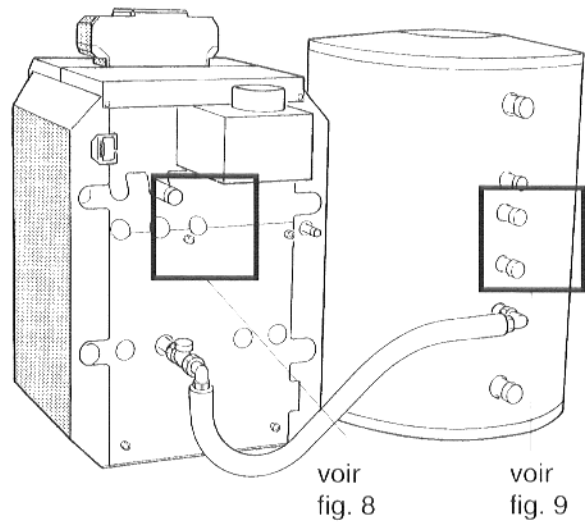

Fig. 7 : vue arrière, liaison retour montée
- Placer le joint torique dans la gorge du nipple double et visser le nipple double dans le départ préparateur de la chaudière (fig. 7 et 8).
- Placer le joint plat dans l'écrou-raccord de l'un des coudes et visser le coude au nipple double (fig. 7 et 8).
- Placer le joint plat dans l'écrou-raccord du deuxième tuyau en métal ondulé, mettre le tuyau en métal ondulé en forme et le visser au coude (fig. 7 et 8).
- Placer le joint plat dans l'écrou-raccord du prolongateur et visser le prolongateur au départ préparateur (fig. 7 et 9).
- Placer le joint plat dans l'écrou-raccord de la soupape de non-retour et visser la soupape de non-retour au prolongateur (fig. 7 et 9).
- Placer le joint plat pour la pompe ($\varnothing 44 \times 28 \times 2$) dans l'autre l'écrou-raccord de la soupape de non-retour et visser la pompe de charge du préparateur, sens de l'écoulement vers le haut, à la soupape de non-retour (fig. 7 et 9).
- Placer le deuxième joint plat pour la pompe ($\varnothing 44 \times 28 \times 2$) dans le réducteur et visser le réducteur à la tubulure d'aspiration de la pompe de charge du préparateur (fig. 7 et 9).
- Placer le joint plat dans l'écrou-raccord du dernier coude et visser le coude au réducteur (fig. 7 et 9).
- Placer le joint plat dans le deuxième écrou-raccord du tuyau en métal ondulé et visser le tuyau en métal ondulé au coude (fig. 7 et 9).